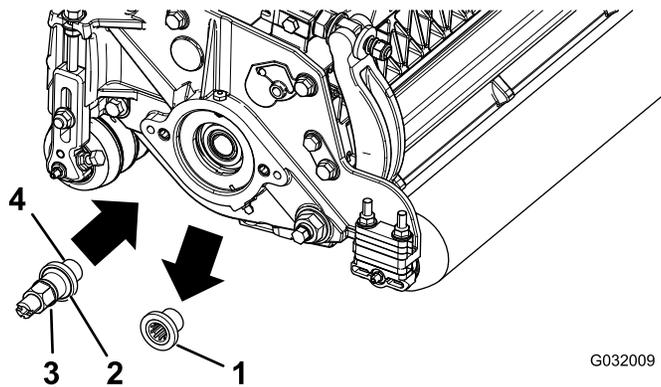

図 2
2. カッティングユニットについている後ローラブラシ駆動部用のねじ山付きインサート **図 2**を外して捨てる。
4. 駆動シャフトのねじ山 **図 2**にロックングコンパウンドを塗り、左または右用の駆動シャフトを取り付けてトルク締めする $115\ 128\text{N}\cdot\text{m}$ $12\ 13\text{kg}\cdot\text{m}$ = $85\ 95\text{ft}\cdot\text{lb}$ 。